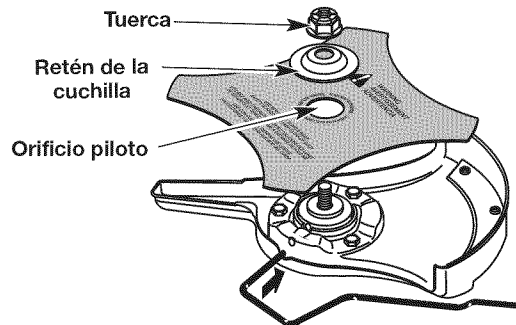

Fig. 15
1. Coloque la cuchilla de corte en el buje del eje de salida (Fig. 15).